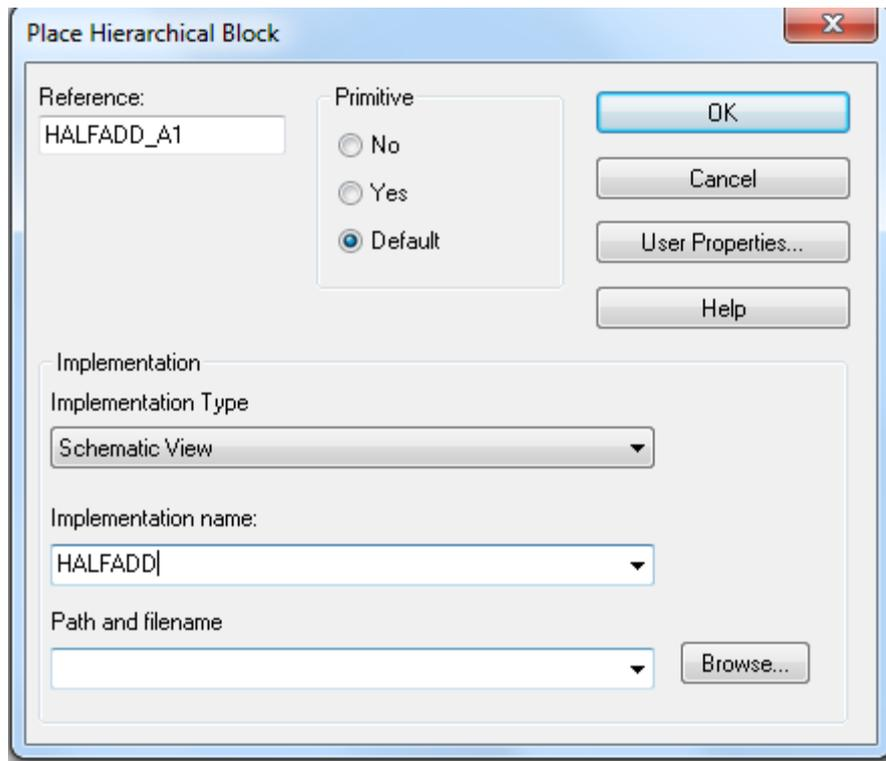

Рис. 8.21. Создание первого иерархического блока
2.2. В диалоговом окне Place выберите Hierarchical Block, укажите ссылку как HALFADD_A1, Тип реализации, имя реализации, как HALFADD, и нажмите ОК (рис. 8.21).